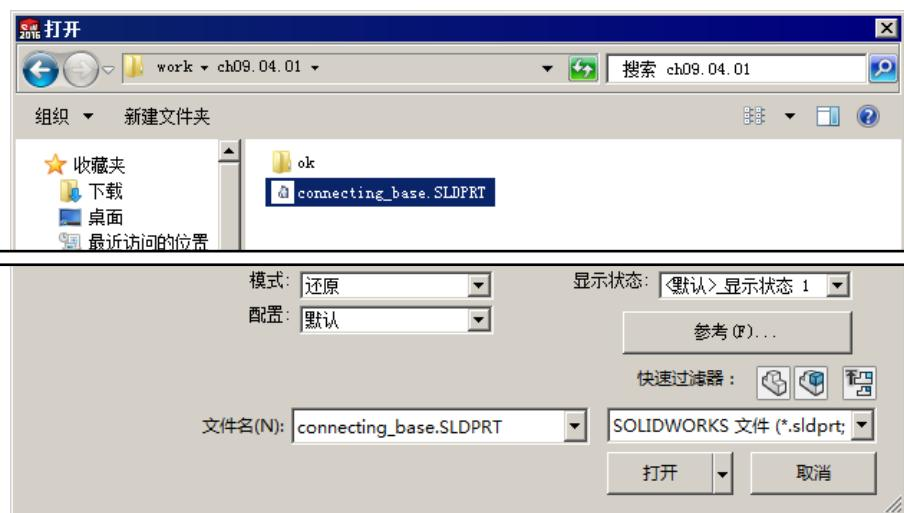

图 9.4.3 “打开”对话框
Step2. 选择零件模型。在系统提示下，单击 **要插入的零件/装配体(E) ^** 区域中的 **浏览(B)...** 按钮，系统弹出如图 9.4.3 所示的“打开”对话框；在“查找范围”下拉列表中选择目录 D:\sw17.1\work\ch09.04.01，然后选择 connecting_base.SLDprt，单击 **打开** 按钮，系统弹出“模型视图”对话框。